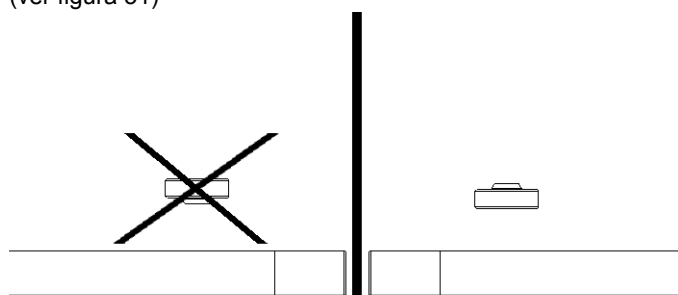

figura 31
**9** Reemplace el flotador, teniendo cuidado de respetar la orientación que se muestra en la figura, y el adjunto tenedor. (ver figura 31)